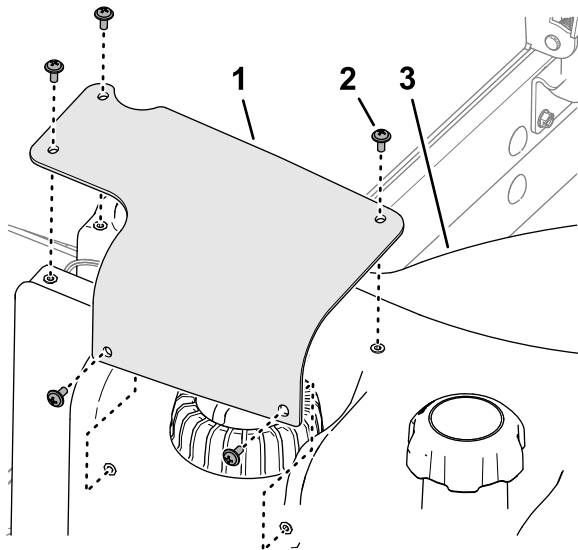

**Figura 93**
6. Enchufe el conector del arnés del sensor de combustible en el conector del arnés de cables de la máquina (Figura 93).